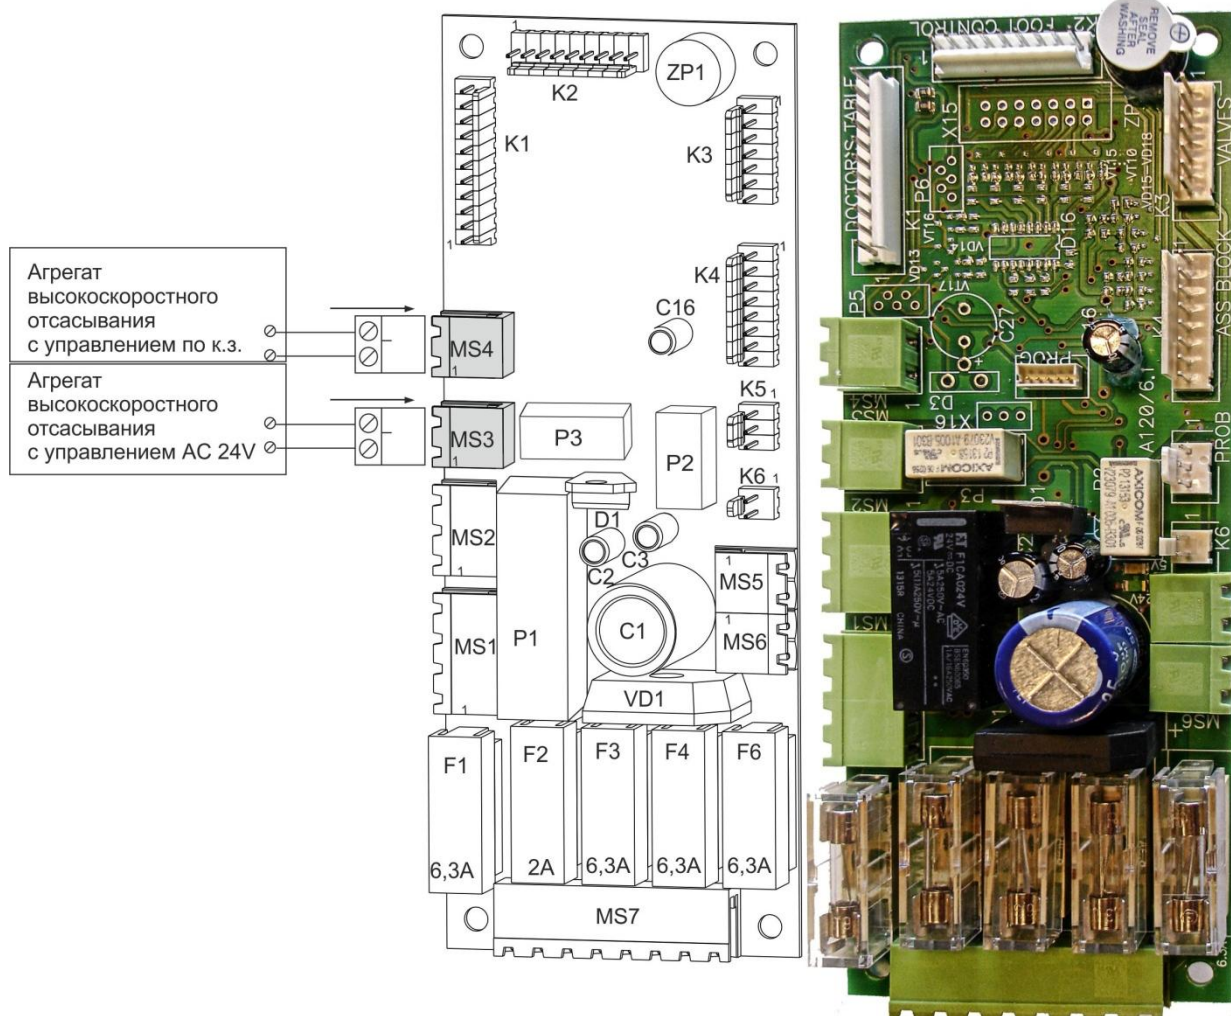

Рисунок 3.1.1.
- подсоединить провода управления отсасывающего агрегата к разъему MS3 или MS4 на плате контроллера гидроблока установки (Рисунок 3.1.1).